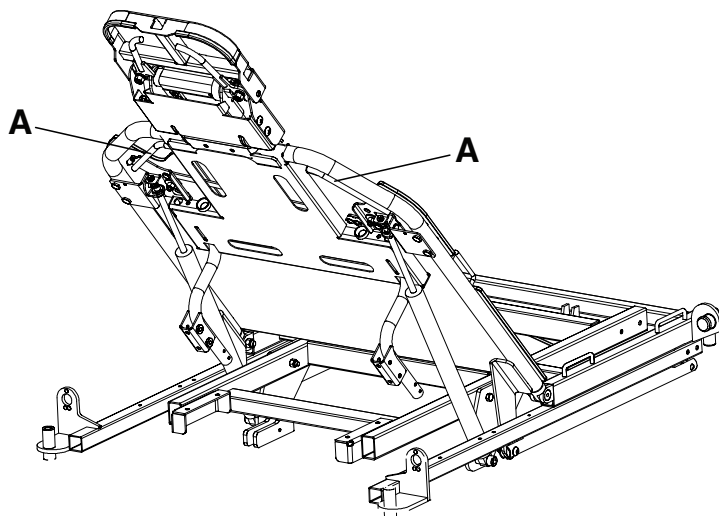

Figura 5 – Respaldo Fowler
Para subir o bajar el respaldo Fowler, apriete el asa roja (A) hacia la estructura del respaldo Fowler. Suba o baje el respaldo Fowler para moverlo a la posición deseada (entre 0 y 90 grados) (Figura 5).